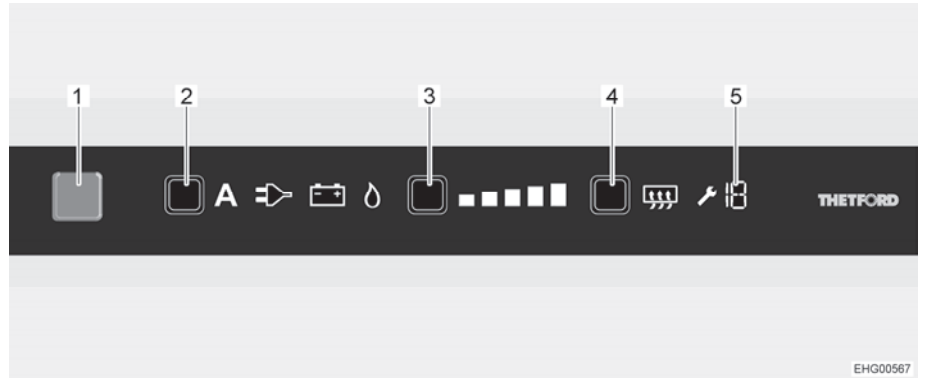

Fig. 136 Écran tactile LCD
- Appuyer sur la touche Marche/Arrêt (Fig. 136,1) pendant 1 seconde. La touche s'allume en bleu. Le dernier réglage choisi est affiché.
- Appuyer plusieurs fois sur la touche de sélection de source d'énergie (Fig. 136,2) jusqu'à ce que la source d'énergie désirée soit sélectionnée.
- Appuyer plusieurs fois sur la touche de degré de réfrigération (Fig. 136,3) jusqu'à ce que le degré de réfrigération désiré soit sélectionné. Le degré actuel de réfrigération est indiqué par barres lumineuses.
- Appuyer sur la touche Marche/Arrêt (Fig. 136,1) pendant env. 2 secondes. Toutes les lampes s'éteignent. Le réfrigérateur est coupé.